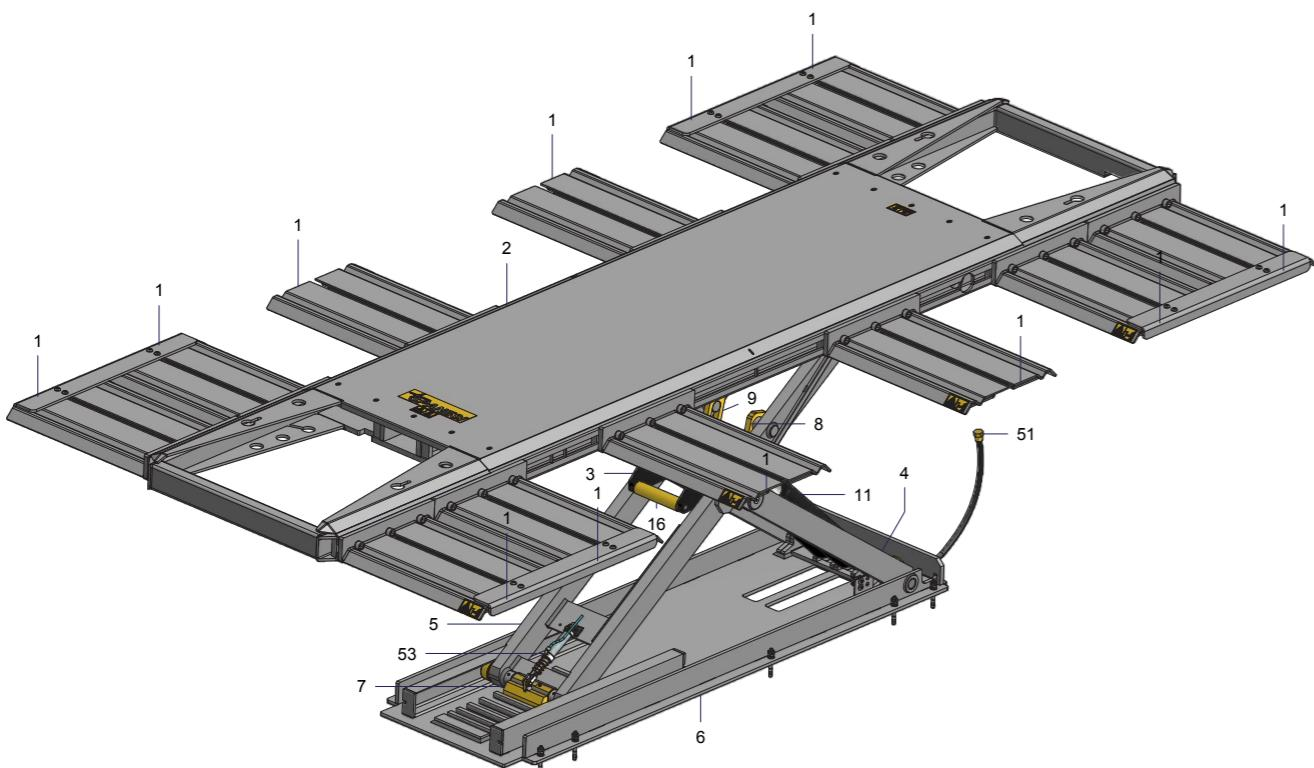

FIGURE 2: Perspectiva del elevador
**La estructura armazón base** (6 - Figure 2), a la que se transmiten todos los esfuerzos, está constituida por una estructura soldada de acero a la que han sido aplicados soportes y las guías de desplazamiento de las ruedas corredizas de los brazos del pantógrafo y los retenes del gancho de seguridad.
**La plataforma móvil superior** (2) está constituida por una estructura soldada de acero, preparada expresamente para recibir los soportes de acoplamiento de cuatro tarimas rebajadas (1), cuya función es sujetar los tampones, si están previstos en el paquete adquirido, o las mordazas para el bloqueo del revestimiento del vehículo cuando se tiene intención de utilizar el brazo de tiro y para recibir los soportes de acoplamiento de cuatro tarimas soporte ruedas (1) para efectuar la elevación del vehículo.
**El sistema de levantamiento** está constituido por una pareja de gatos oleodinámicos (11) a simple efecto, que son accionados por la bomba a engranajes de la centralita electrohidráulica.
Los mordazas especiales son montadas en las extremidades de las tarimas de sostén (1 -fig.2), enclavadas en la plataforma móvil superior del elevador. Los mordazas permiten engrapar correctamente en toda seguridad la parte baja de la carrocería del vehículo accidentado para poder ejercer la puesta en tracción de la parte del vehículo que se tiene que arreglar.